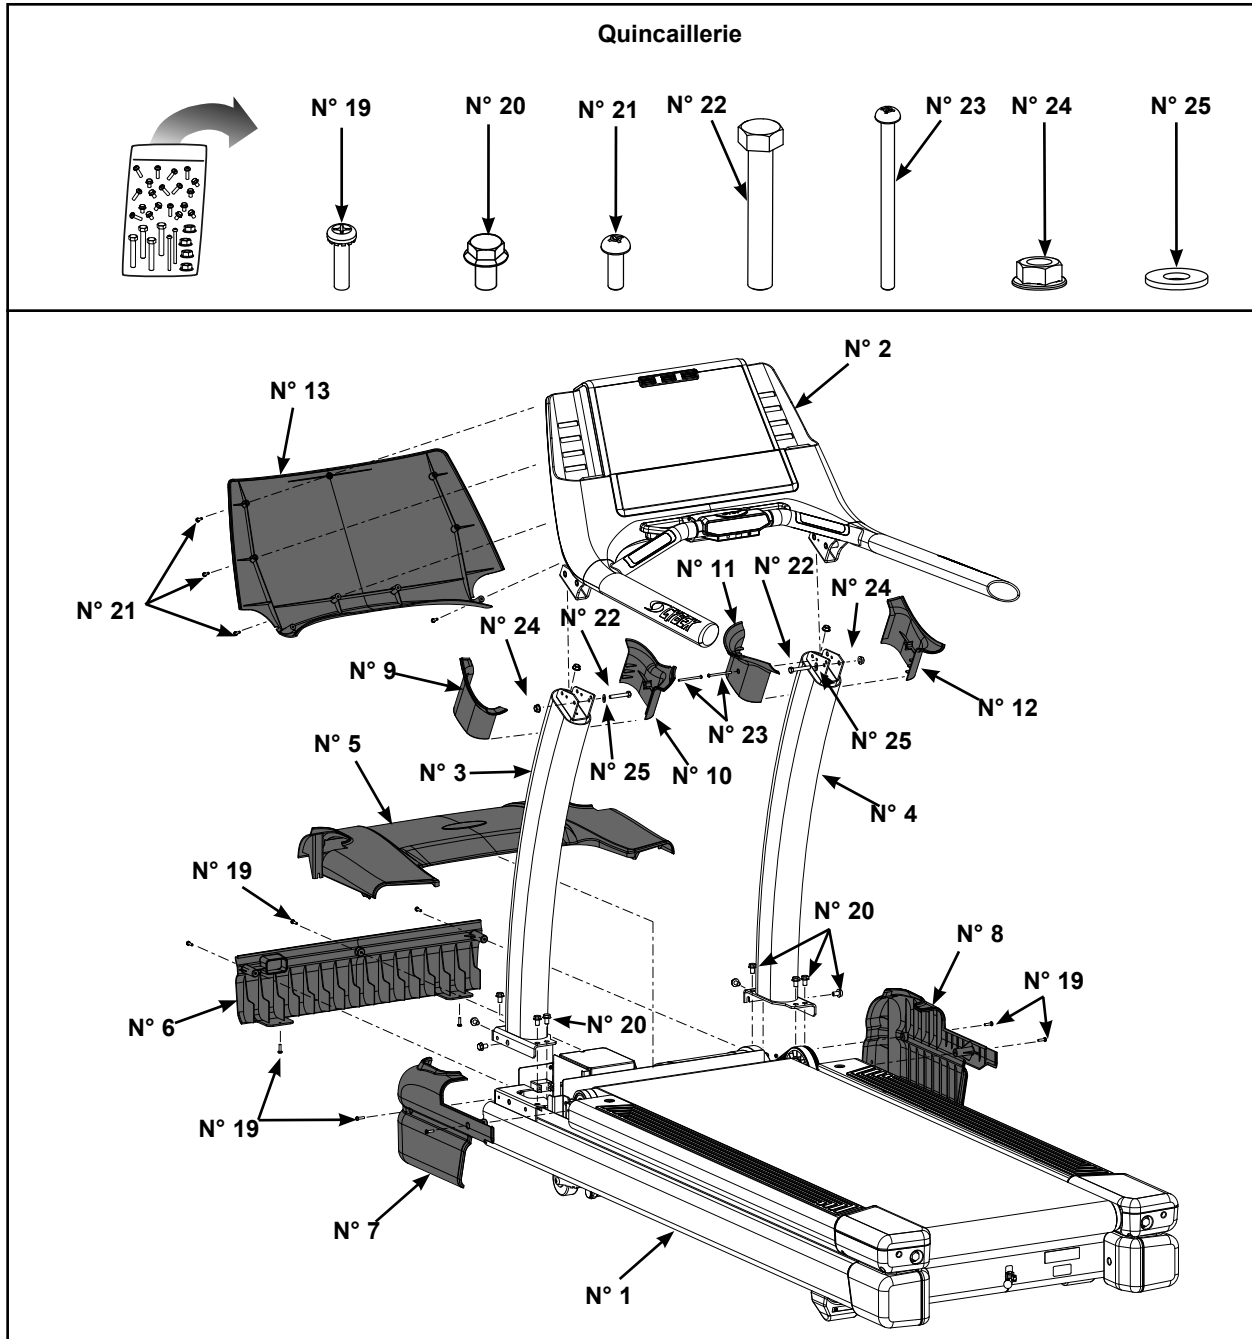

Figure 2
- C. Cochez (☑) les articles se trouvant dans le sac de quincaillerie à mesure que vous les trouvez. Reportez-vous à la figure 2.